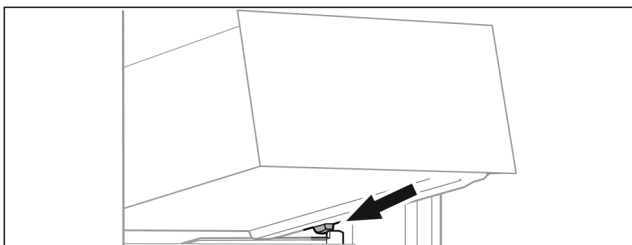

Fig. 167
- ▶ Schubfach schräg hinter den Stopperrn auf Behälterrippe aufsetzen. (siehe Fig. 167)